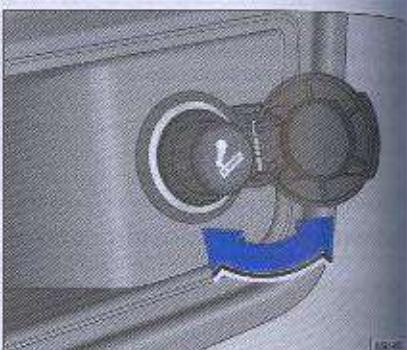

Fig. 86 Encendedor de cigarrillos
- Pulse el botón del encendedor ⇒ fig. 86 hacia adentro ⇒ △.